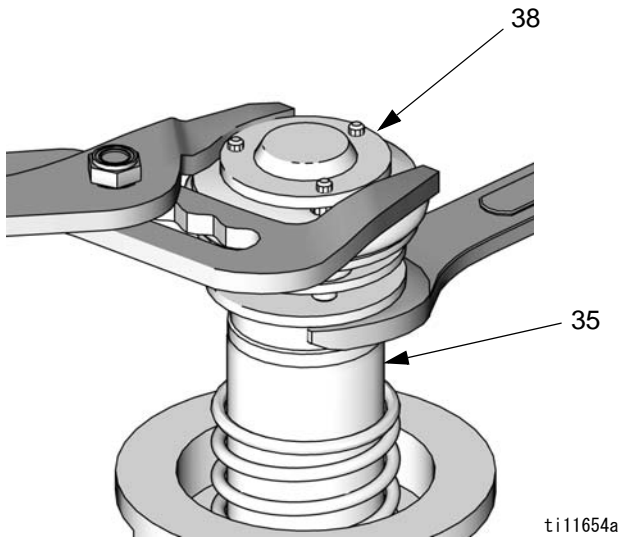
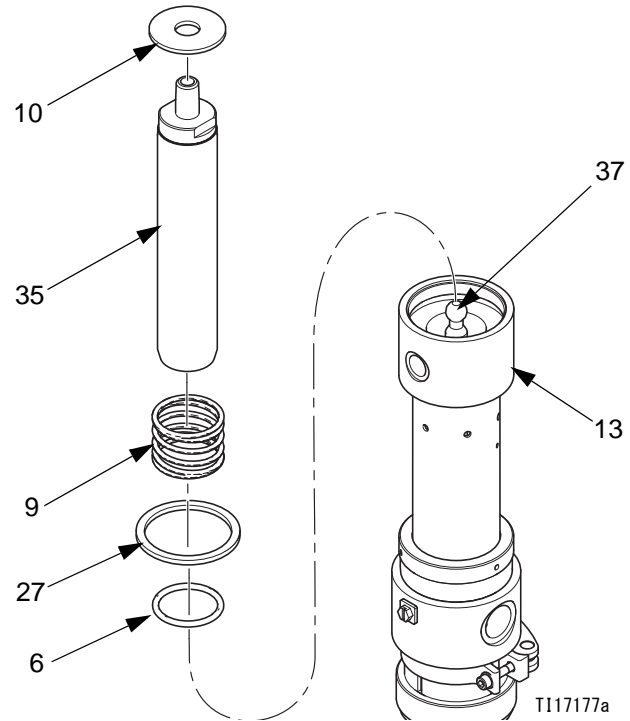

図 11
図 13
- エアバルブピストン (38) の上部プレートに対してペンチを、ピストンロッド (35) に対してはレンチを使って、エアバルブピストンをピストンロッドから外します。図 11 を参照してください。
- ワッシャ (10)、下部スプリング (9)、そして取り付け金具 (27) を外します。摩耗したり損傷していないか点検して、必要に応じて交換します。図 13 を参照してください。
- O リング (6) を再び取り付けます。ピストンロッド (35) をポンプコネクティングロッド (37) に再接続します。図 13 を参照してください。
- 取り付け金具 (11)、スプリング (9)、そしてワッシャ (10) を再び取り付けます。ピストン (38) を再び組み立てます。ネジシーリング剤をピストンロッド (35) のネジ部に注入し、ピストン (38) を慎重に回しながらロッドに差し込みます。図 11 および図 13 を参照してください。